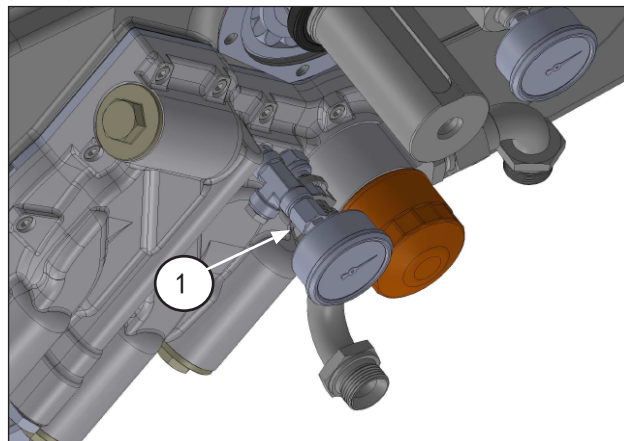

图 14
拧松并取出压力表、螺纹接头、接头和盖 (位置①, 图 14)。